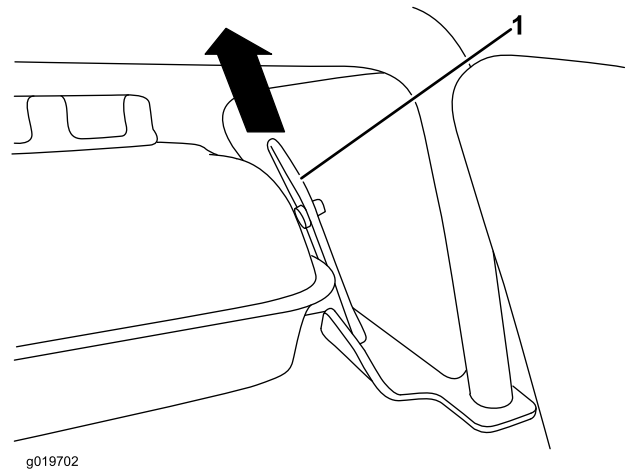

Figura 11
2. Retire el depósito de agua del bastidor tirando hacia arriba del cierre elástico del depósito (Figura 11).